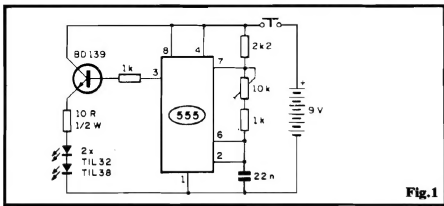

Fig.1
- FIG. 1 - DIAGRAMA DO CIRCUITO - TRANSMISSOR